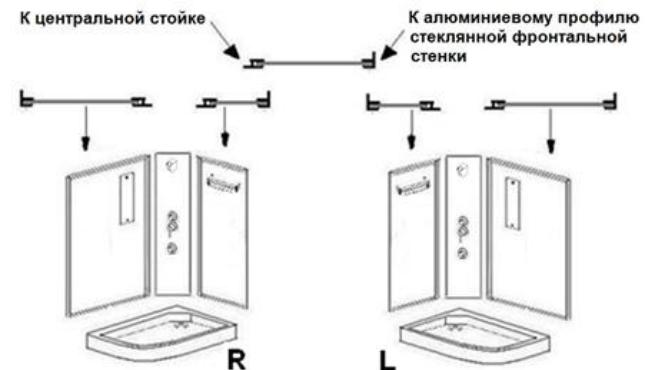

Рис.6
Если вы приобрели душевую кабину DESNA 100/80/24 (44), DESNA 120/90/24 (44) то проверьте, как установлены боковые вертикальные профили на задних стенках (рис.6..).